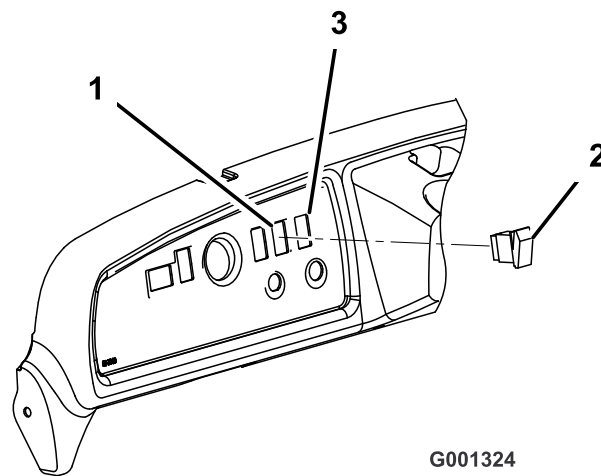

Figura 9
5. Alinhe a aleta superior para a posição das 12 horas e insira o interruptor do elevador da caixa na abertura no painel de instrumentos (Figura 9).